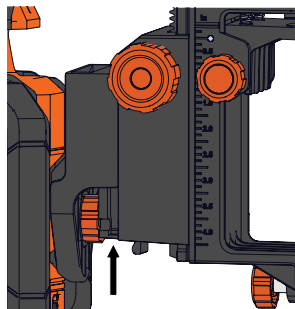

Figure 33
2. Une fois le laser fixé, faites glisser le support du laser sur le support du rail jusqu'à ce qu'il s'enclenche. (Figure 33)